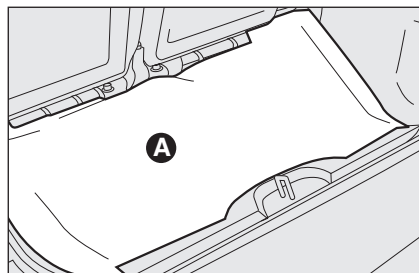

fig. 3
- ☐ soulever le tapis de sol du coffre à bagages **A-fig. 3** ;
- ☐ ranger la roue galette **D-fig. 3** dans son logement dans le coffre à bagages ;